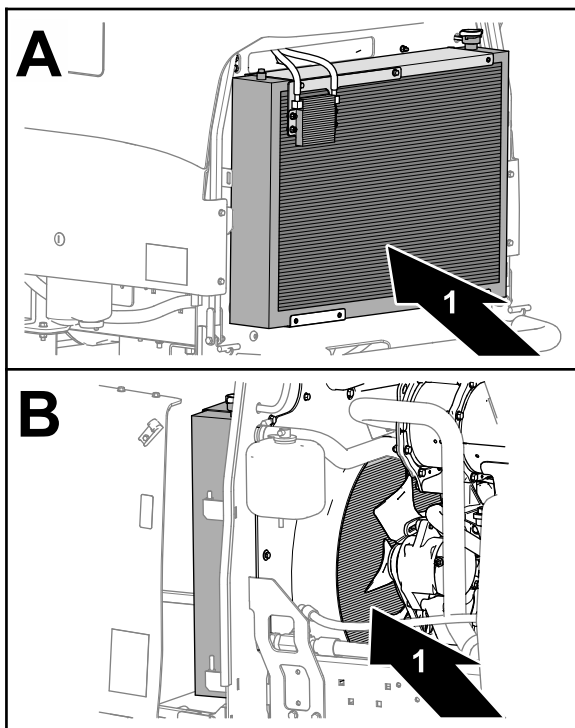

Figura 70
- Limpe a fondo ambos lados del radiador y del enfriador de aceite con aire comprimido (Figura 70).